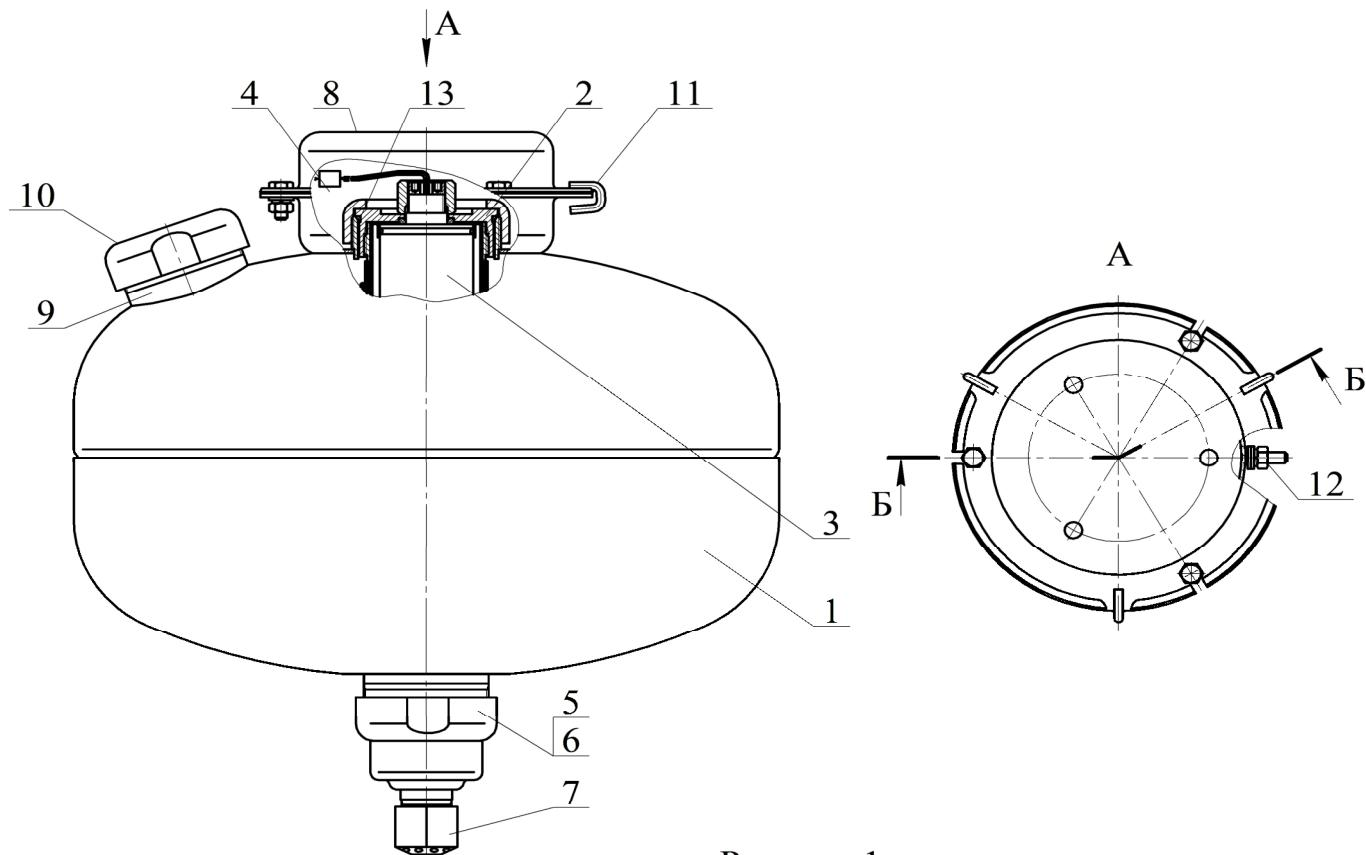

Рисунок 1
4.1.1 МУПТВ (см. рисунок 1) состоит из корпуса 1, заправленного ОТВ, в котором размещено газогенерирующее устройство 2.
После подачи электрического импульса на выводы элемента электропускового 4 (см. рисунок 1) ИХГ 3 генерирует газ, который создает давление внутри корпуса МУПТВ для вскрытия мембраны 5 и выпуска через насадок-распылитель 7 в зону горения тонкораспыленной струи ОТВ.
6.3 Закрепить кронштейн 8 (см. рисунок 1) на потолке. Координаты отверстий в кронштейне приведены на рисунке 6.
6.5.1 Подготовка ОТВ для МУПТВ-13,5-Г3-ВД( $t^{\circ}\text{C} = +5$ \_п): залить в отверстие верхней горловины 9 (см. рисунок 1) воды по ГОСТ 6709-72, СанПиН 2.1.4.1074-01 (температура воды должна быть от плюс 15 °С до плюс 25°С) объемом  $11,8^{+0,2}$  дм3. Открыть упаковки с жидкими добавками к воде и залить их в отверстие верхней горловины 9.
6.5.3 Полученный раствор ОТВ залить в отверстие верхней горловины **9** (см. рисунок 1). Для окончательного приготовления ОТВ открыть упаковки с жидкими добавками к воде и залить их в отверстие верхней горловины **9**. Установить в отверстие горловины предохранительный клапан **10**. Сверху закрутить гайку до упора.
6.6 На выпускную горловину гайки **6** (см. рисунок 1) накрутить до упора насадок-распылитель **7**.
7.4 Комплект поставки для перезарядки МУПТВ (см. рисунок 1):